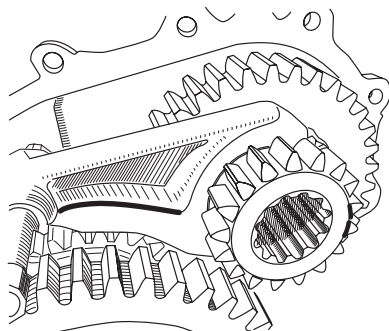

Рис. 10
8. Если в РК используется усиленная вилка включения пониженной передачи, то для комплекта с понижением 4.3 её ребро (Рис. 10 выделено жирной линией) подлежит доработке. Данное ребро мешает включению пониженной передачи.